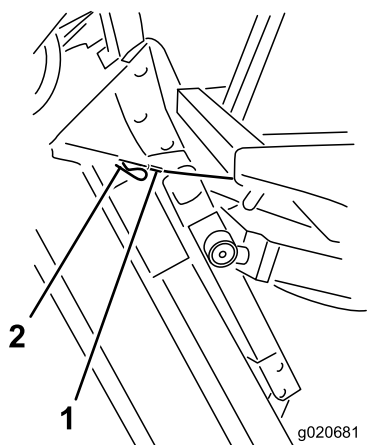

Рисунок 79
6. Удерживая деку газонокосилки в вертикальном положении, установите конец троса на штифт подъемного рычага деки газонокосилки и зафиксируйте его игольчатым шплинтом (Рисунок 79).